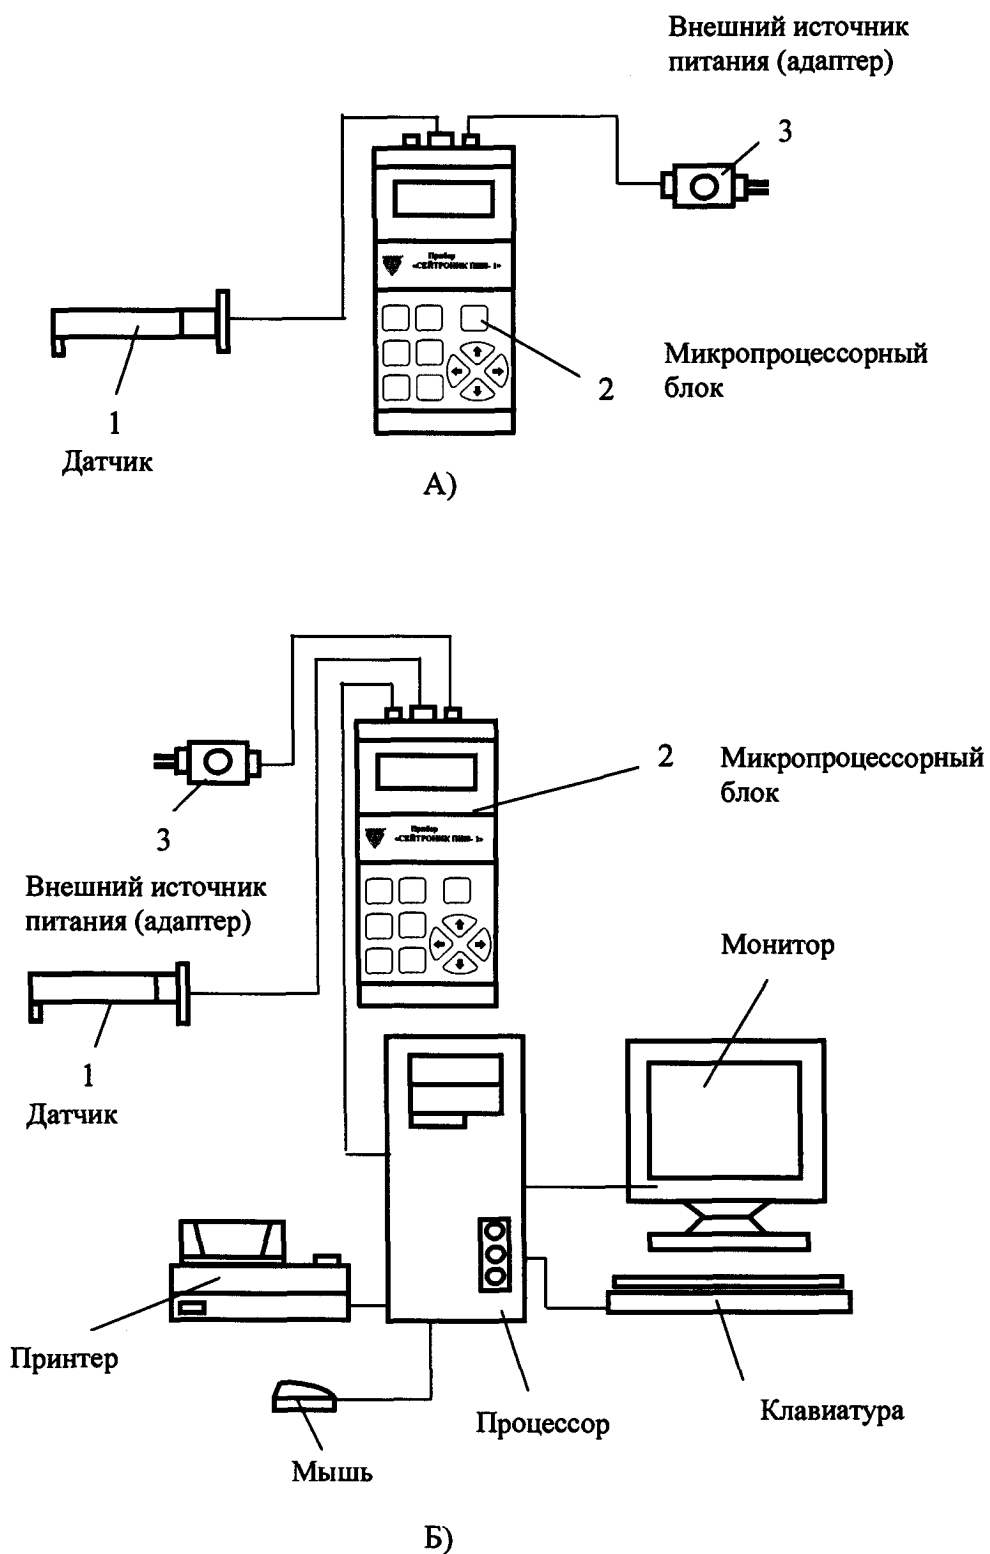

Рис.1.2 Прибор для измерений шероховатости поверхности.
1.1.3.1 Прибор « СЕЙТРОНИК ПШ8-1(С.С.) », « СЕЙТРОНИК ПШ8-3 (С.С.) » состоит из следующих основных частей (рис.1.2):
Прибор « СЕЙТРОНИК ПШ8-1(С.С.)», « СЕЙТРОНИК ПШ8-3(С.С.)» состоит из следующих основных частей (рис.1.2) :